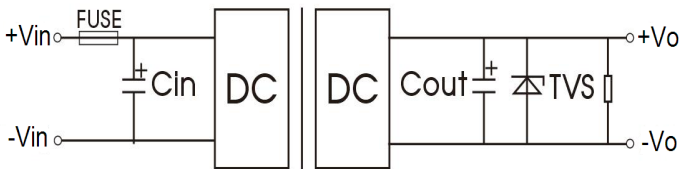

图 1
- (1)产品测试及应用时,请按照(图1)推荐的测试电路进行;至少保障外接一个电解电容Cin( $\geq 220\mu\text{F}$ ),用于抑制输入端可能产生的浪涌电压。
- (2)如果产品输入端并联瞬变能量较大的电路(如并联电机驱动电路),或会导致产品输入电压被拉低,此时关注产品输入电压的波动,建议适当增大输入端电解电容Cin的容值,以保障输入端电压稳定,避免输入电压低于欠压保护点导致产品重复启动的情况。
- (3)如果产品输出端为感性负载时(如继电器,电机),建议在容性负载规格内增大输出电容Cout容值,并增加TVS管,用以滤除电压尖峰。
- (4)如需进一步减少输入输出纹波,可适当加大外接电容Cin,Cout容值或选用串联等效阻抗值小的外接电容,外接电容Cout容值不能大于产品的最大容性负载。